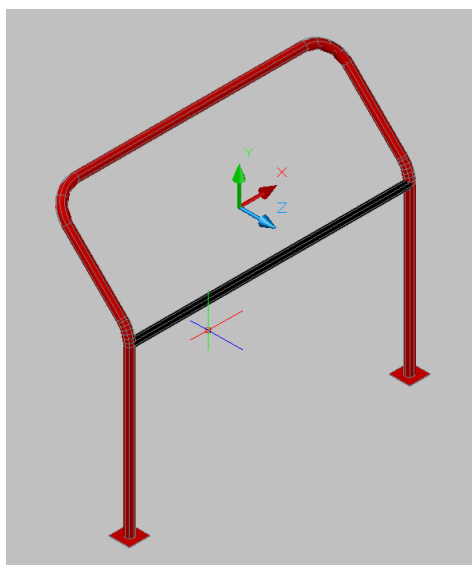

Fig. 7
1.8. Traversa frontala: ranforsare dintr-o teava de oțel dreapta, fara indoituri, care se monteaza sub parbriz, unind roll-bar-urile laterale sau partile laterale ale arcului frontal de securitate. **Fig.7.**